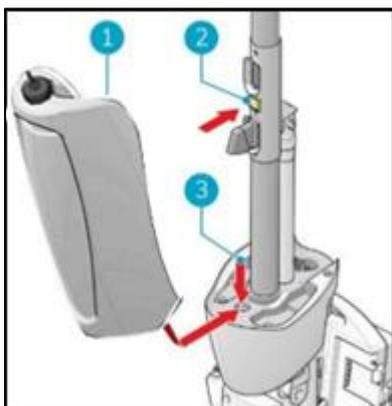

Figura 35.
14. Appoggiare il fondo del serbatoio di recupero (Figura 35, pos. 1 e pos. 3) sulla parte anteriore di i-mop® XL.
15. Spingere la parte superiore del serbatoio in posizione finché non si sente un "clic"; il magnete (Figura 35, pos. 2) bloccherà il serbatoio di recupero in posizione.